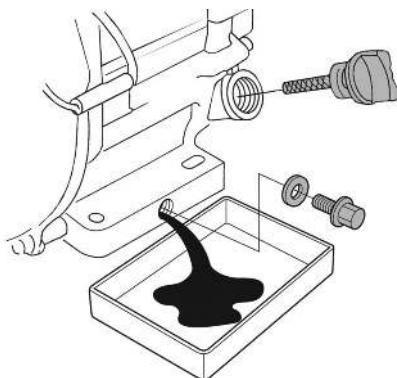

Рис. 21 Замена масла в двигателе
4. Очистите от загрязнений зону вокруг маслозаливной горловины. Извлеките крышку-щуп из маслозаливной горловины (Рис. 21) и протрите щуп чистой ветошью.
5. Открутите пробку для слива масла и слейте отработанное масло в подготовленную для этого емкость (Рис. 21).